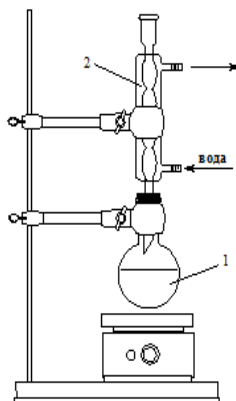

Рис. 3. Установа для приготування насиченого розчину
3. З отриманого сухого залишку екстрагують піперин діетиловим етером. Здійснюють екстракцію 100 мл етеру протягом 2 год. у круглодонній колбі зі зворотним водяним холодильником при постійному перемішуванні (рис. 3).